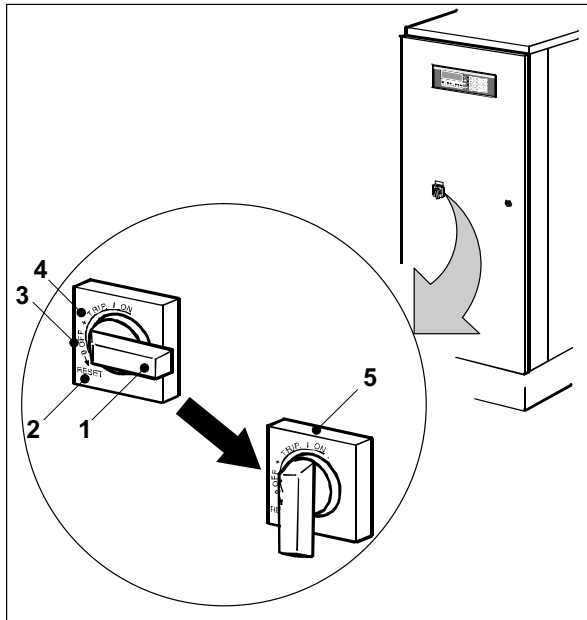

Fig. 24 Conexión del DryStar 2000
1. Gire la palanca de accionamiento del interruptor principal situado en el armario del secador hasta la posición **ON** (Fig. 24/5).
Tras una desconexión remota del DryStar 2000 o después de un disparo por fallo, la palanca de accionamiento se encuentra en la posición **+ Trip.** (Fig. 24/4). Para conectar la unidad, primero hay que girar la palanca hasta la posición *Reset* (Fig. 24/2) y, acto seguido, hasta la posición **ON** (Fig. 24/5).
Para desconectar el DryStar 2000, gire la palanca de accionamiento del interruptor principal situado en el armario del secador hasta la posición **O OFF** (Fig. 24/3).